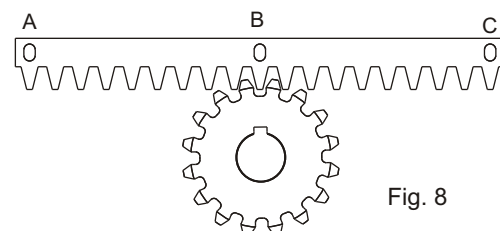
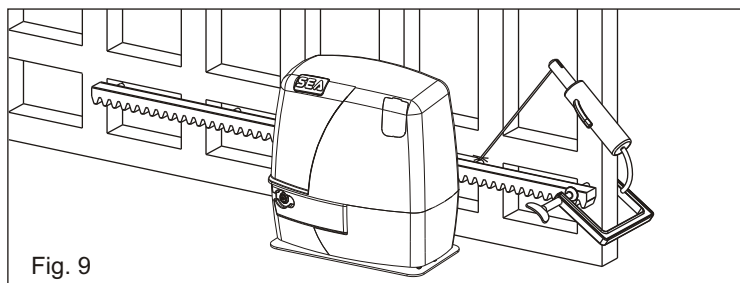

Fig. 8
Fig. 9
5.3. Poser l'élément de la crémaillère sur le pignon denté du motoréducteur de façon qu'il résulte parallèle à la guide du pavement du portail et le positionnant comme dans Fig. 8 pointer par soudure électrique le cliquet central "B" à la structure du portail (Fig. 9).